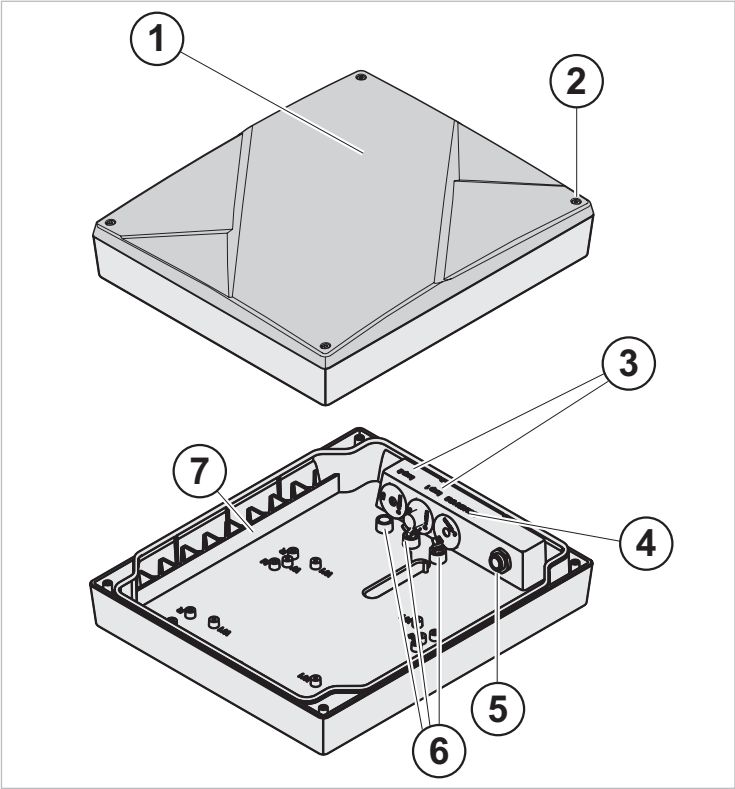

Fig. 1 Staub- und wasserdichtes IP65-Kits
1. 230-VAC/24-VDC-Kabel durch die Kabeldurchführung 4 (Fig. 1) führen.
2. Bodenschlaufenkabel durch die Kabeldurchführungen 3 (Fig. 1) führen.